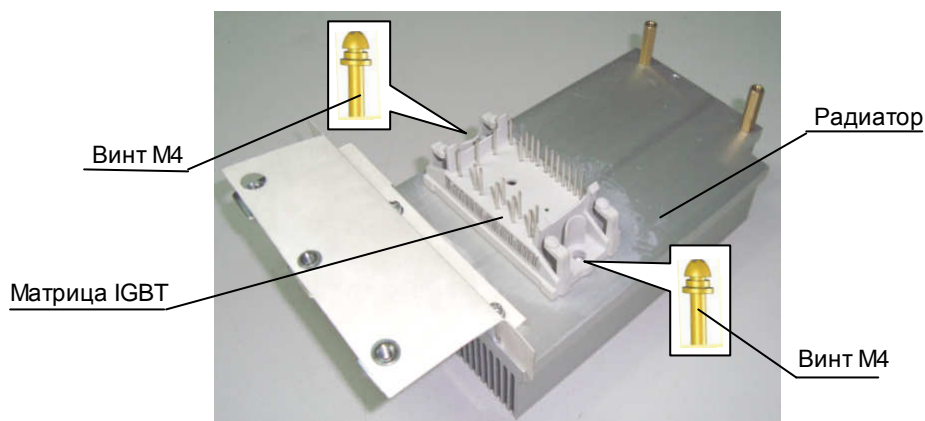

Рис.7.3.
7.1.4. Установить матрицу IGBT на радиатор таким образом, чтобы крепёжные отверстия матрицы совпадали с резьбовыми отверстиями в радиаторе (рис. 7.3). Вкрутить два винта М4 для предварительного крепления матрицы IGBT к радиатору.